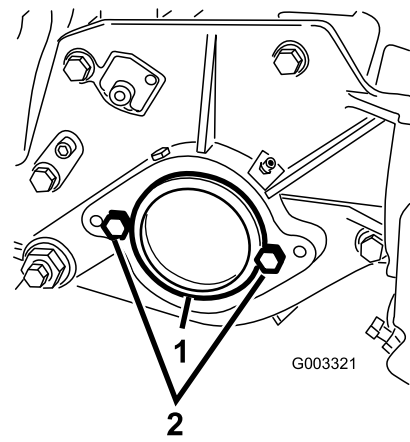

図 16
- カッティングユニット右側のベアリングハウジングについているプラスチック製のプラグを外す(図 16)。
- 右側サイドプレートからキャップスクリュ2本を取り外す(図 16)。
- カッティングユニットの左側サイドプレートに、リールモータ取り付け用のキャップスクリュ2本を仮止めする(図 16)。